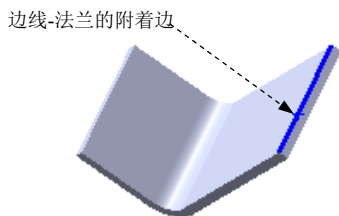

图 7.2.8 选取边线-法兰的附着边
Step3. 定义附着边。选取图 7.2.8 所示的模型边缘为边线-法兰的附着边。